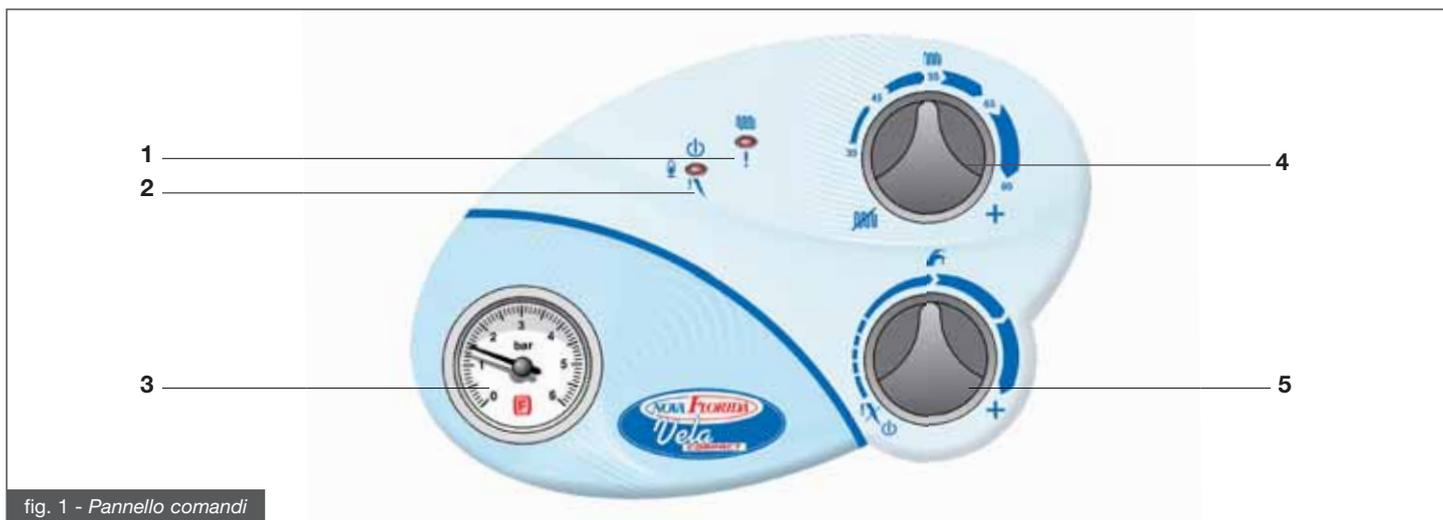

fig. 1 - Pannello comandi
- portare l'interruttore elettrico a monte della caldaia in posizione ON (il LED 2 di fig. 1 si accende di verde);
- scegliere lo stato di funzionamento della caldaia per mezzo del regolatore 4 (fig. 1);
- impostare il valore di temperatura desiderato per l'impianto di riscaldamento per mezzo del regolatore 4 (fig. 1);
- impostare il valore di temperatura desiderato per l'acqua sanitaria per mezzo del regolatore 5 (fig. 1);
Dopo un periodo di lunga inattività della caldaia, in special modo per le caldaie funzionanti a GPL, si potrebbe riscontrare una difficoltà di accensione. Pertanto, prima di accendere la caldaia, accendere un altro apparecchio a gas (ad esempio un fornello). Nonostante questo la caldaia potrà andare in blocco una o due volte. Ripristinare quindi il funzionamento della stessa portando il selettore 5 (fig. 1) nella posizione di sblocco ~~X~~ per alcuni secondi.
- verificata la presenza di combustibile sbloccare il bruciatore portando il selettore 5 (fig. 1) in posizione di sblocco **!X**: se l'apparecchio non riparte e ritorna in blocco, dopo due tentativi ricorrere ad un Centro di Assistenza Autorizzato o a personale qualificato per un intervento di manutenzione. Qualora il bruciatore si metta in blocco con frequenza, segno questo di una anomalia ricorrente nel funzionamento, ricorrere ad un Centro di Assistenza Autorizzato o a personale qualificato per un intervento di manutenzione.
In caso di sovratemperatura dell'acqua di mandata il LED 1 (fig. 1) lampeggia di colore rosso. In questo caso ricorrere ad un Centro di Assistenza Autorizzato o a personale qualificato per un intervento di manutenzione.
In caso di blocco per intervento del pressostato acqua il LED 1 (fig. 1) lampeggia di colore giallo.
- ruotare la manopola del rubinetto di carico in senso antiorario per permettere l'ingresso dell'acqua in caldaia e mantenerlo aperto fino a che il manometro 5 (fig. 1) indica che è stato raggiunto un valore della pressione di $1 \div 1,3$ bar; a questo punto chiudere il rubinetto ruotando la manopola in senso orario.
In caso di blocco della caldaia per un'anomalia nelle tubazioni di aspirazione aria e/o di scarico dei fumi il LED 1 (fig. 1) si accende di colore giallo. In questo caso ricorrere ad un Centro di Assistenza Autorizzato o a personale qualificato per un intervento di manutenzione.
In caso di blocco del bruciatore per malfunzionamento delle sonde di temperatura il LED 1 (fig. 1) si accende nel seguente modo: